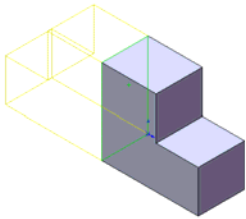

图 5-24 预览镜向特征效果
3. 单击[要镜向的特征]栏中图标右侧的显示框,然后在图形区域或特征管理器设计树中选择要镜向的特征,此时在图形区域中可以预览镜向的效果,如图 5-24 所示。